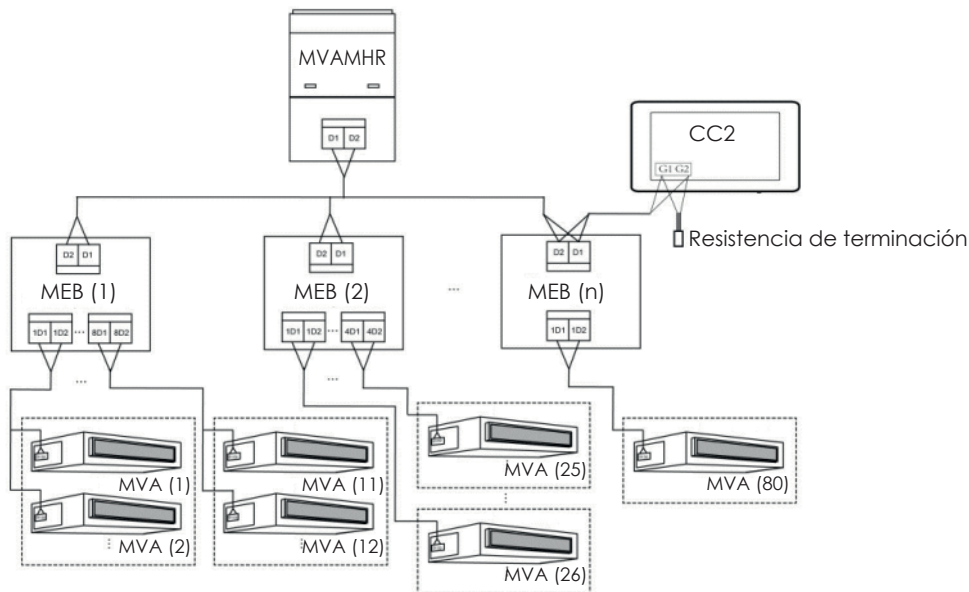

Fig. 3.6 Controlador centralizado conectado a la red en un sistema de 3 tubos
5. Si el controlador centralizado debe conectarse a la red de una instalación de 3 tubos, efectuar las conexiones según la fig. 3.6. El modo 2 también es aplicable a la conmutación del controlador centralizado en los sistemas de 3 tubos.